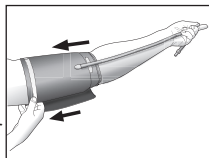

Fig. 4
3. El tubo debe seguir la longitud interna del brazo (Fig. 4).
- El indicador de hipertensión indicará el rango de su lectura a la izquierda de la pantalla en comparación con las barras de colores en el frente del monitor, (Fig. 4). Para más información, lea Interpretación de los resultados.